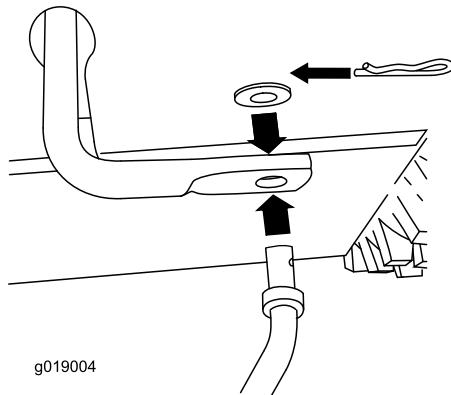

Рисунок 4
- Вставьте нижний конец штока в нижнее коромысло таким образом, чтобы изогнутый конец штока управления скоростью был направлен назад (Рисунок 4).
- Закрепите нижний конец штока управления скоростью с помощью плоской шайбы и шплинта (Рисунок 4).